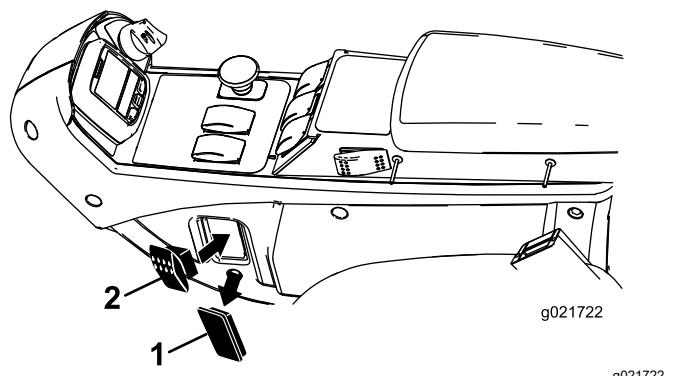

Figura 13
3. Agendo dall'interno del pannello interruttori del braccio di comando spingete il tappo fuori dal foro presente sul lato del quadro di comando (Figura 13).
4. Premete l'interruttore nel foro di montaggio del quadro di comando (Figura 13).